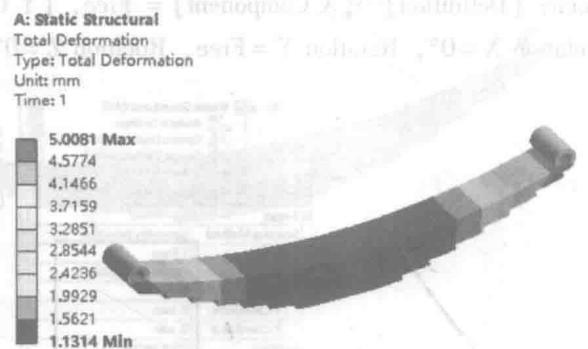
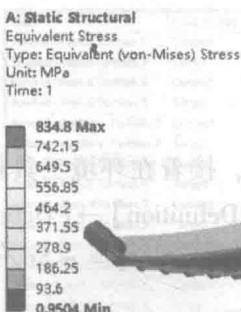
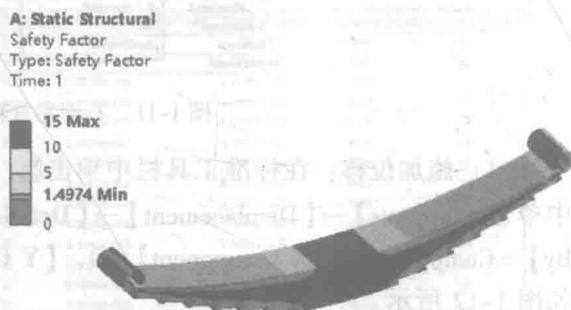

图 1-13 钢板弹簧总变形分布云图
图 1-14 钢板弹簧等效应力分布云图
图 1-15 钢板弹簧安全因子分布云图
(1) 在 Mechanical 标准工具栏中单击 进行求解运算。
(2) 运算结束后, 单击【Solution (A6)】→【Total Deformation】, 图形区域显示分析得到的钢板弹簧总变形分布云图, 如图 1-13 所示; 单击【Solution (A6)】→【Equivalent Stress】, 显示钢板弹簧等效应力分布云图, 如图 1-14 所示; 单击【Stress Tool】→【Safety Factor】, 显示钢板弹簧安全因子分布云图, 如图 1-15 所示。